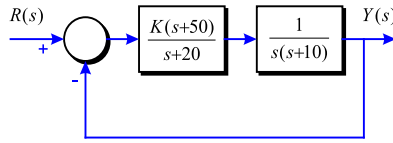

Figura 5-10
**Problema 140** Un sistema de control presenta l'estructura que es mostra a la Figura 5-10.